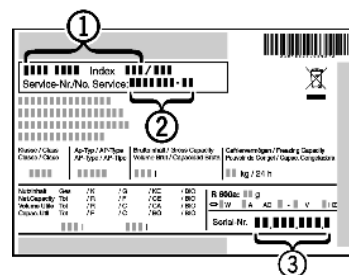

Fig. 36
▶ Leggere la denominazione dell'apparecchio Fig. 36 (1), il n° assistenza Fig. 36 (2) e il n° di serie Fig. 36 (3) sulla targhetta identificativa. La targhetta identificativa è situata all'interno dell'apparecchio, sul lato sinistro.
▶ Informare il servizio di assistenza e comunicare il difetto, la denominazione dell'apparecchio Fig. 36 (1), il n° assistenza Fig. 36 (2) e il n° di serie Fig. 36 (3).